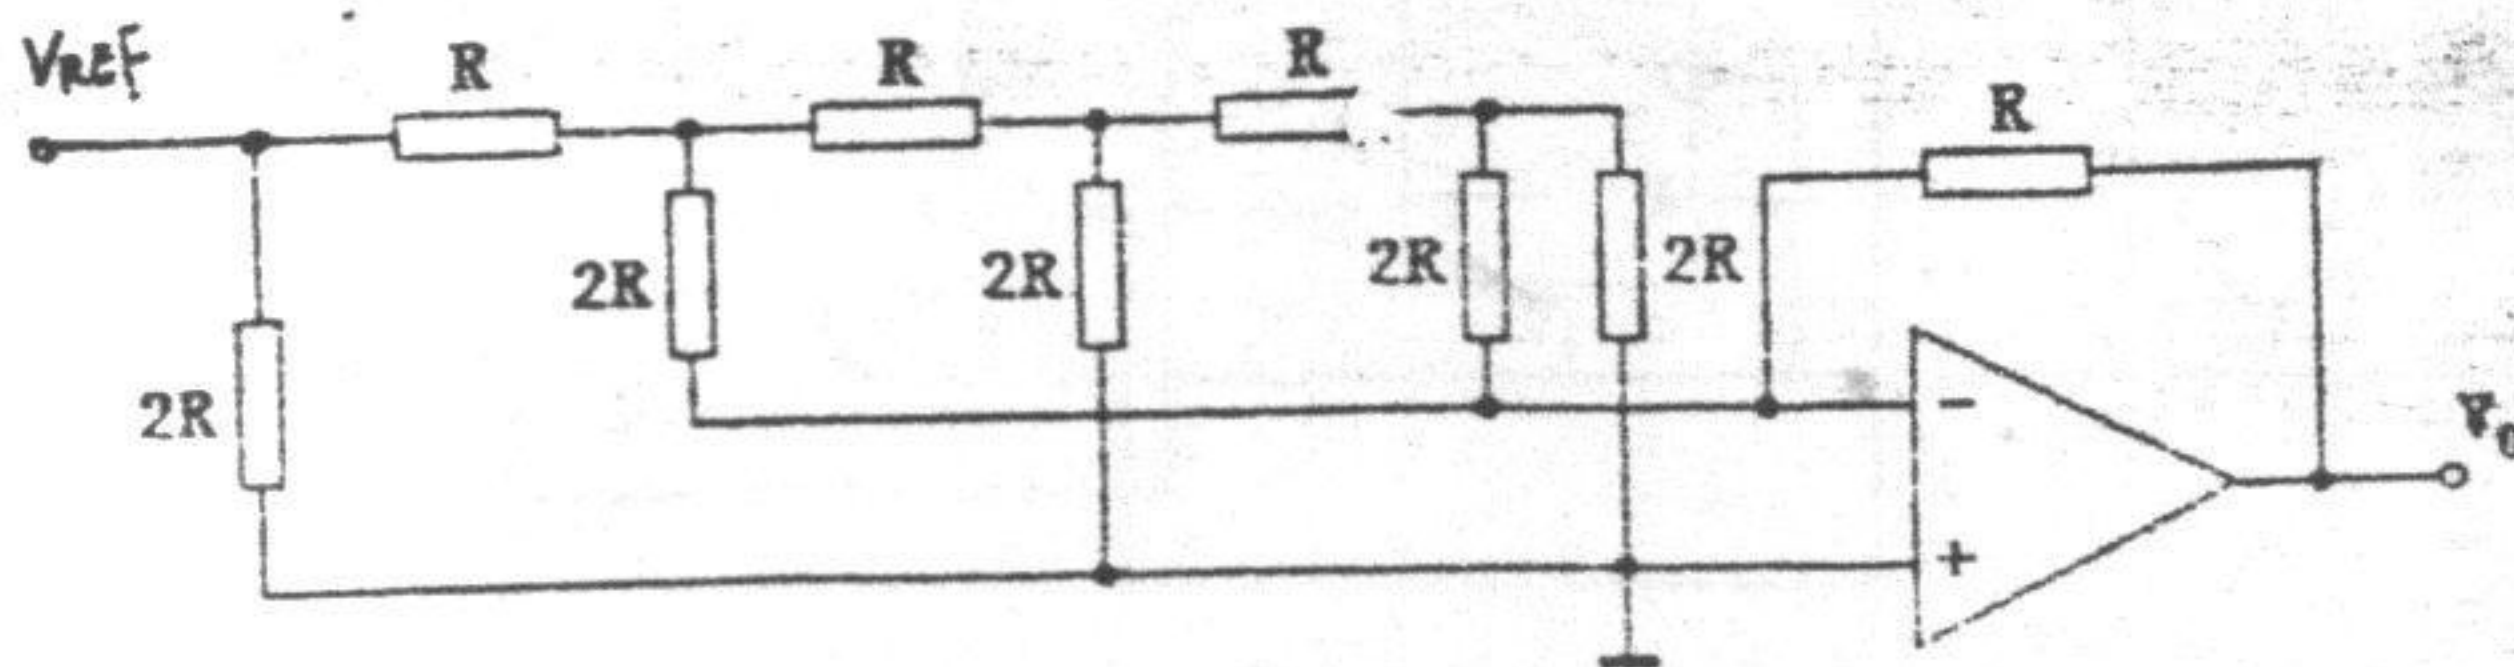

图 4
- 6、R-2R 梯形 D/A 转换器电路如图 4 所示，图中 $V_{\text{REF}}=8\text{V}$ ，则输出电压 V_o 为 ()。